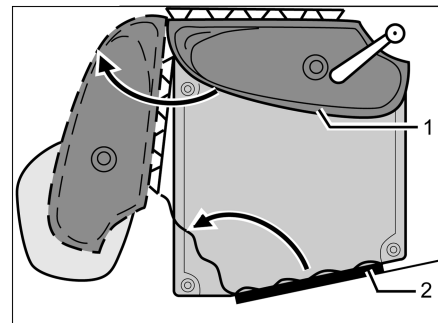

Bild 351 Vario-Toilette
- Waschbecken mit Rückwand (Bild 351,1) in Pfeilrichtung drehen.
- Den Toilettenraum betreten und die Toiletten-Eingangstür (Bild 351,2) von innen schließen und verriegeln.